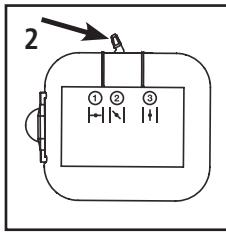

Fig. 16
- 5.** Mova a alavanca do afogador para a Posição "2" (Fig. 16).